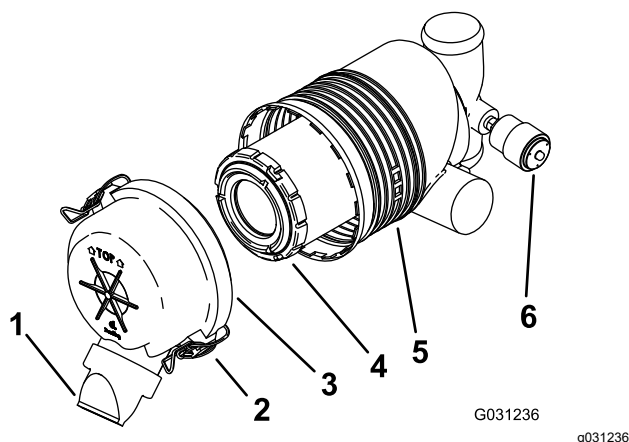

Figure 41
Important: Remplacez le filtre à air uniquement quand l'indicateur de colmatage est rouge (Figure 41). Ne remplacez pas le filtre à air plus fréquemment que nécessaire ; cela ne fait qu'accroître le risque de contamination du moteur par des impuretés quand le filtre est déposé.
5. Déverrouillez le filtre à air et détachez le couvercle du boîtier du filtre (Figure 41).
- Si l'indicateur de colmatage est transparent, reposez le couvercle du filtre à air, en orientant le capuchon protecteur vers le bas, et fermez les verrous (Figure 41).
- Reposez le couvercle du filtre à air, le capuchon protecteur orienté en bas, et fermez les verrous (Figure 41).
- Sortez l'élément filtrant du boîtier du filtre à air avec précaution (Figure 41).
- Posez l'élément filtrant avec précaution (Figure 41).